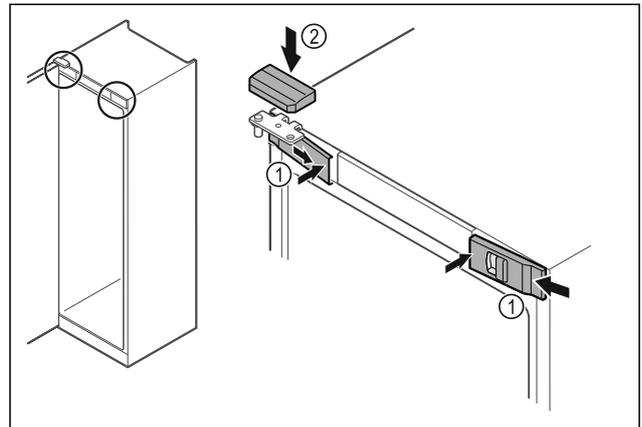

Fig. 50
- Vordere Abdeckungen Fig. 50 (1) seitlich einhaken und innen aufrasten.
- Obere Abdeckung Fig. 50 (2) von oben aufrasten.